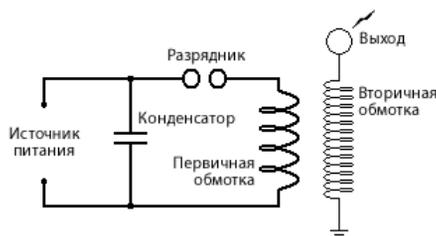

Рис. 1.
1. Трансформатор Тесла состоит из двух катушек – первичной и вторичной, а также схемы, состоящей из разрядника, конденсатора, тороида, зарядного конденсатора и высоковольтного источника питания (рис. 1,2).